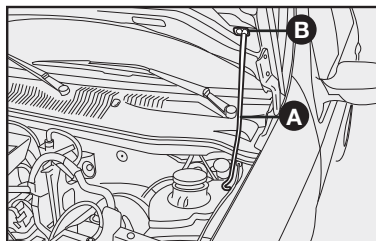

fig. 113
- 4) Introduzir a extremidade da vareta **A** na abertura **B** do capô do motor fig. 113.
- 1) Manter levantado o capô com uma mão e, com a outra, tirar a vareta **A**-fig. 113 da abertura **B** e repô-la no seu dispositivo de bloqueio;